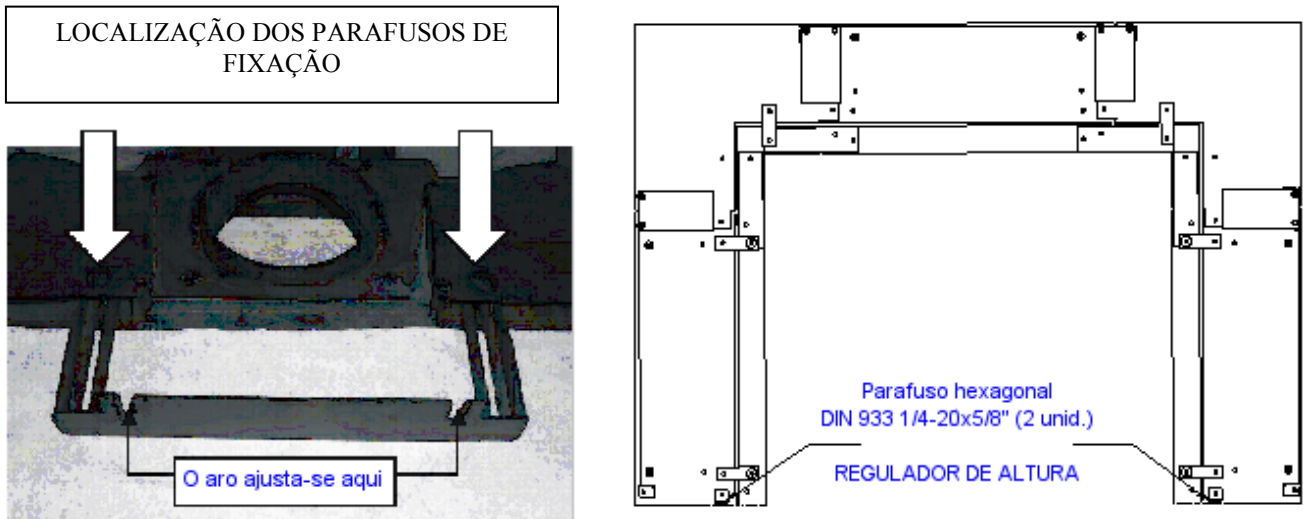

Fig. 15
- a. Localize e solte os parafusos de fixação existentes no tecto do recuperador, internos na saída de ar de convecção. (Fig. 15)